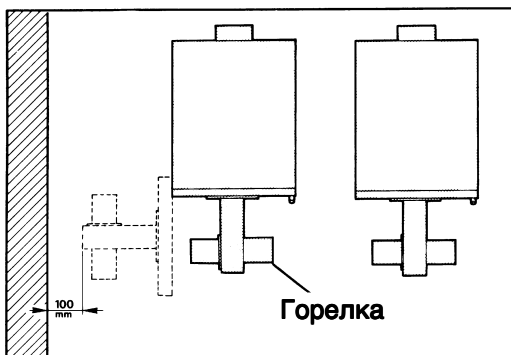

Рис. 6
4.02 При размещении корпуса котла обеспечить достаточный зазор, чтобы после монтажа дверца, при открытии, не ударялась о стену или о соседний котел. Рекомендуется оставить зазор не менее 100 мм, как указано на рис. 6.